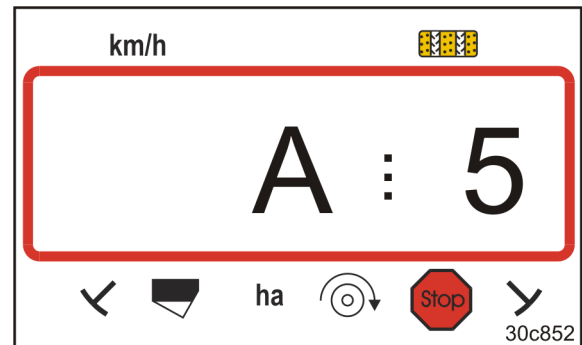

Fig. 30
- fremkommer visningen (Fig. 30)